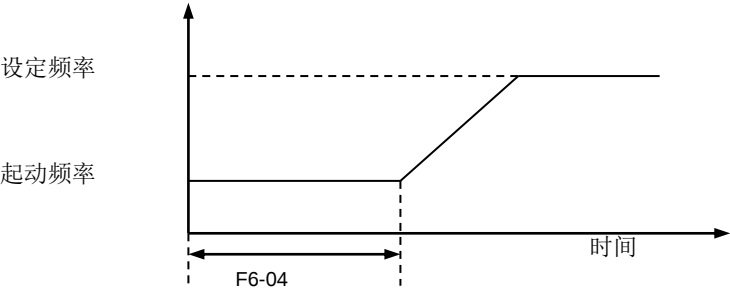

图 6-19 起动机频率持续时间
- 起动机频率持续时间，开始启动时以起动机频率运转的持续时间。如果设定频率比起动机频率低，变频器将不运行，处于待机状态。起动机频率持续时间到达后，按设定的加速时间上升到设定频率运行。如图 6-19 所示。